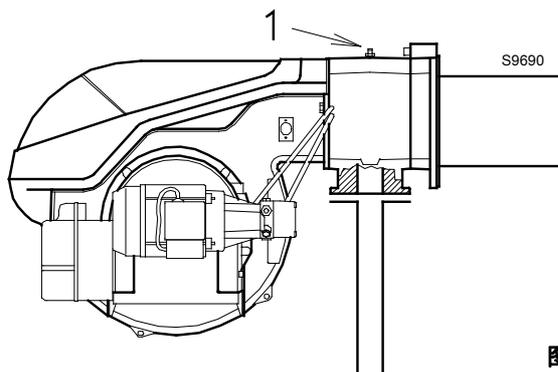

图 29
在测试点 1) (图 29) 处测得的燃气压力，其中：
- 用在测试点 1) (图 29) 处测量的燃气压力减去炉膛压力。
测试点 1)(图 29) 的燃气压力 = 11.2 mbar
计算测试点 1)(图 29) 处所需燃气压力时，出力为燃烧器 2 段火时的所需压力：
- 读出右边栏 1 所示测试点 1) (图 29) 处压力。
测试点 1)(图 29) 所需的压力。